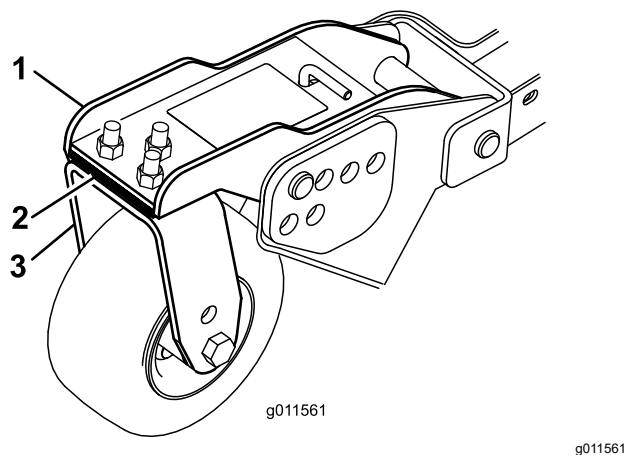

Figura 33
3. Ajuste os calços de 3 mm na(s) forquilha(s) da roda giratória de forma que coincidam com altura de corte fixada no autocolante (**Figura 33**).
3. Se extremidade interior da unidade de corte lateral estiver demasiado levantada em relação à ponta exterior da unidade de corte frontal, retire calço do fundo do braço da roda giratória dianteira interior na unidade de corte lateral (**Figura 33**).